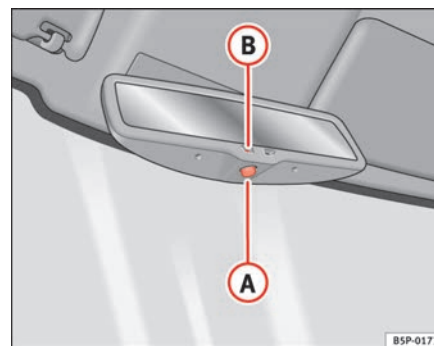

Abb. 88 Automatisch abblendbarer Innenspiegel
- Drücken Sie die Taste **A** ⇒ Abb. 88. Die Kontrollleuchte **B** erlischt.
- Drücken Sie die Taste **A** ⇒ Abb. 88. Die Kontrollleuchte leuchtet auf.